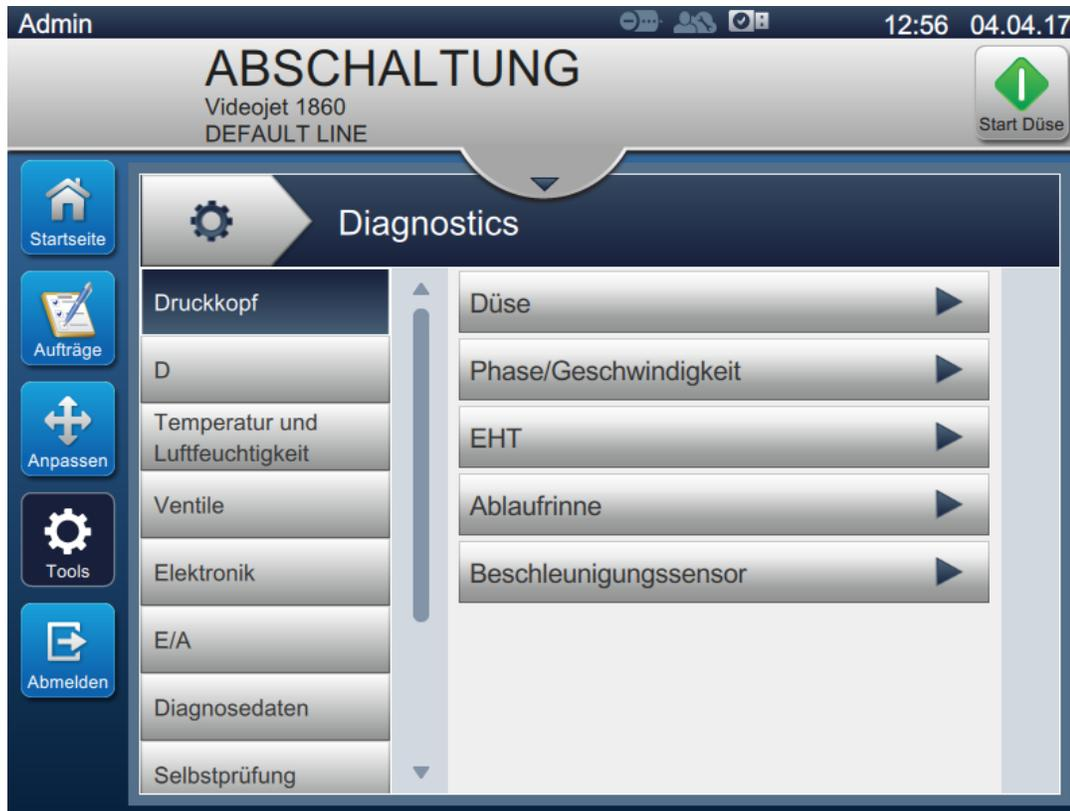

Abbildung 6-23: Diagnose
1. Berühren Sie die  Schaltfläche auf dem Bildschirm „Werkzeuge“. Der Bildschirm „Diagnose“ erscheint, wie dargestellt in Abbildung 6-23.